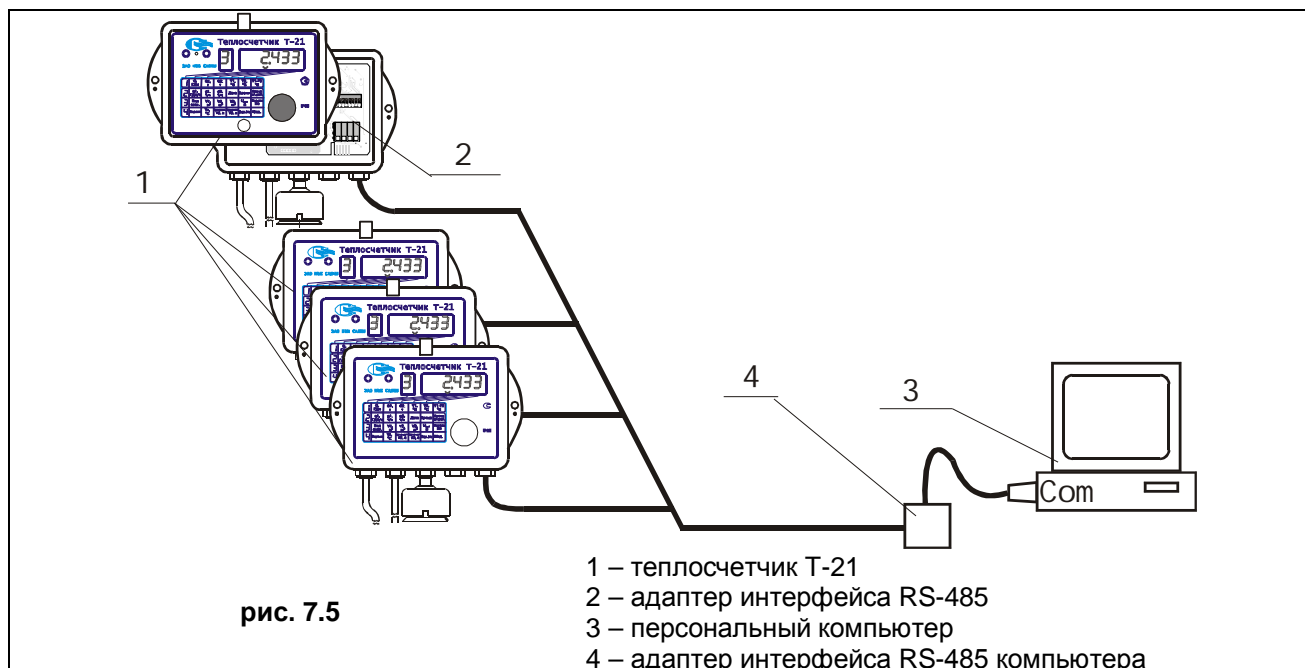

рис. 7.5
- считывание текущих и архивных данных на ПК через локальную сеть стандарта RS-485 (рис. 7.5).